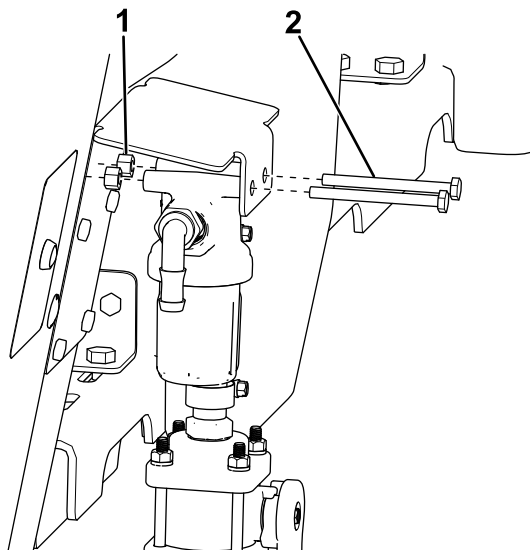

**Figura 33**
1. Para esparcidores Forge 2.0, siga con el paso 4. Para esparcidores VBX, alinee el soporte del filtro con el borde de la cubierta trasera y móntelo en la tolva con 4 pernos (5/16"), como se muestra en la Figura 33.